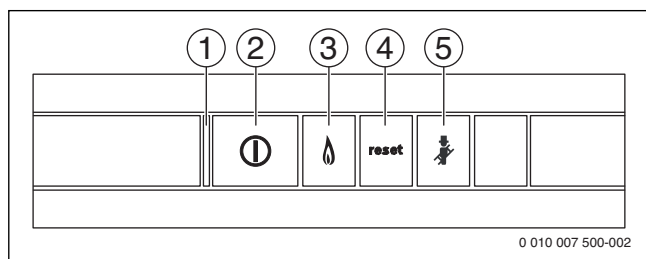

Fig. 75 Touches de réglage
- ▶ Démarrer l'appareil avec l'interrupteur marche/arrêt (→ fig. 75).